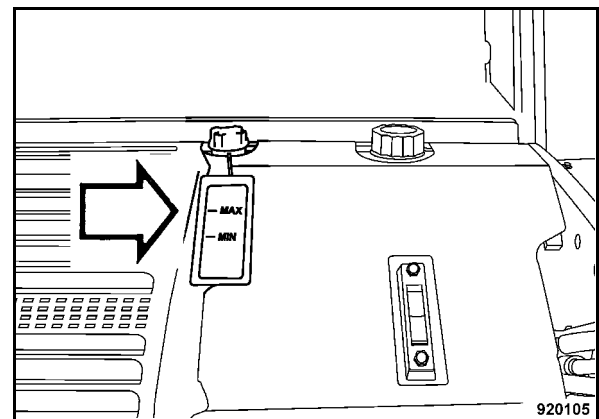

Fig. 127
- Controllare il livello del liquido refrigerante (Fig. 127) solo a motore freddo.